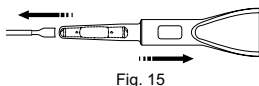

Fig. 15
9. Tire lentamente de la ICL o TICL hasta el interior del cilindro al tiempo que mueve el cartucho en sentido contrario. Observe las marcas de posición de la ICL o TICL situadas a ambos lados de la zona óptica para confirmar la alineación mientras hace avanzar la lente. Continúe este proceso hasta que la ICL o TICL esté colocada dentro del cartucho de forma que su borde delantero quede adyacente al extremo del cartucho. Libere la ICL o TICL y retire las pinzas. (Fig. 15)